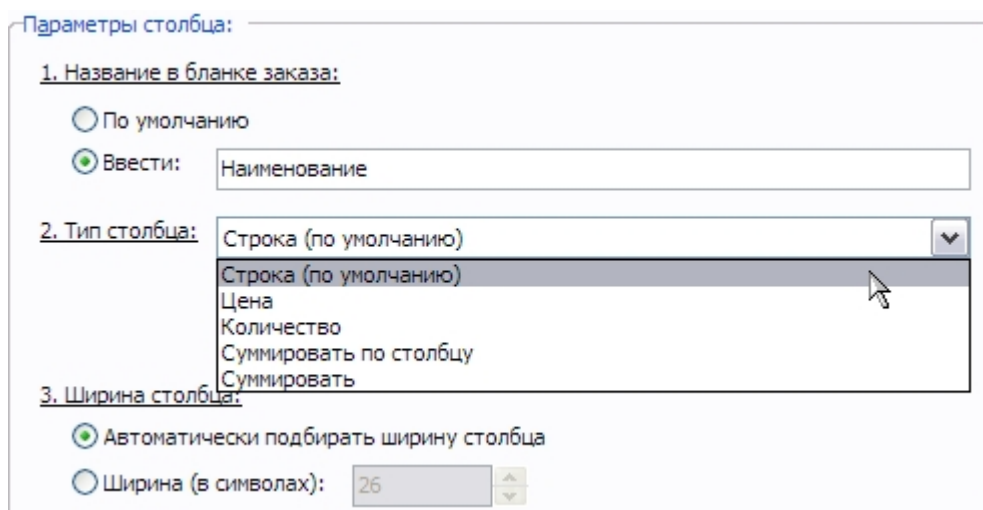

Рис. 3.35
7. В разделе **Параметры столбца** в пункте **2. Тип столбца** в раскрывающемся списке перечислены доступные для выбора типы (Рис. 3.35). Оставьте тип **Строка (по умолчанию)**.